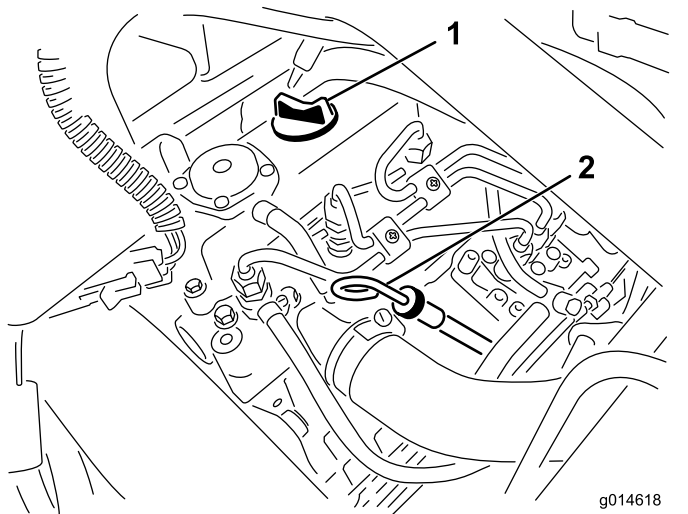

Figura 21
2. Togliete l'asta di livello ed asciugatela con un panno pulito (Figura 21).